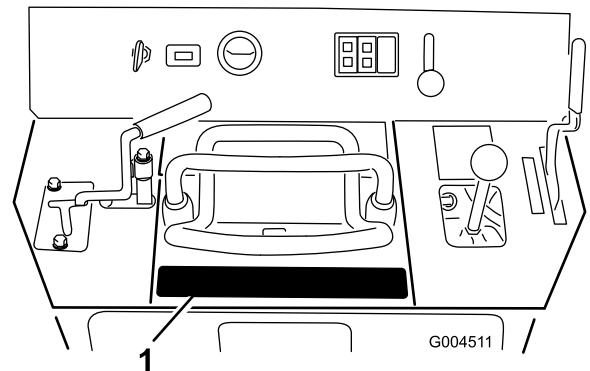

Bild 7
1. Reinigen Sie den Bereich hinter dem Fahrtriebshebel, um Schmutz oder Schmiermittel zu entfernen (Bild 7).
2. Ziehen Sie den Aufkleber vom Trägermaterial ab und bringen Sie ihn an der Stelle an, die in Bild 7 abgebildet ist.